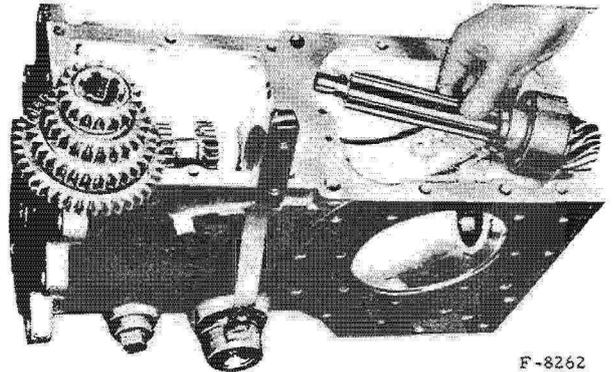

Fig. 34. - Arbre secondaire et ses pignons.
- Sortez l'arbre secondaire en récupérant les pignons (fig. 34).